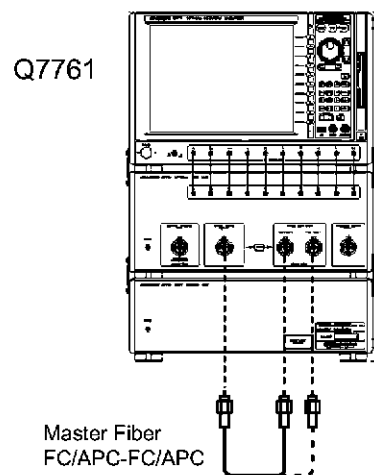

図 2-7 振幅特性直線性（分散測定モード）試験接続図 1
1. 機器を図 2-7 のように FC/APC-FC/APC 光ファイバを本器の“OPTICAL SIGNAL OUT PUT”と“TEST PORT 1”に接続します。